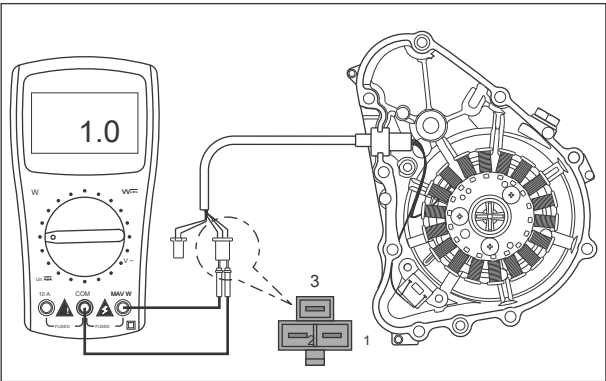

Fig. 5.10
- ▮ Dado que no hay un conjunto de magneto 3 fase es utilizado en este vehículo, el procedimiento de comprobación conjunto de estator es completamente diferente a otros vehículos de formulario. (Fig. 5.10) La resistencia del conjunto de estator va a ser comprobado entre todas las tres caras. Siga el procedimiento dado a continuación:
- ▮ Hay tres cables amarillo (Y) que salen de el conjunto de estator. Conectar el probador de bolsillo (+ ve) conducen a la primera cable amarillo (Y) y (-ve) conducen a segundo cable amarillo (Y) y medir la resistencia. (Fig. 5.10)